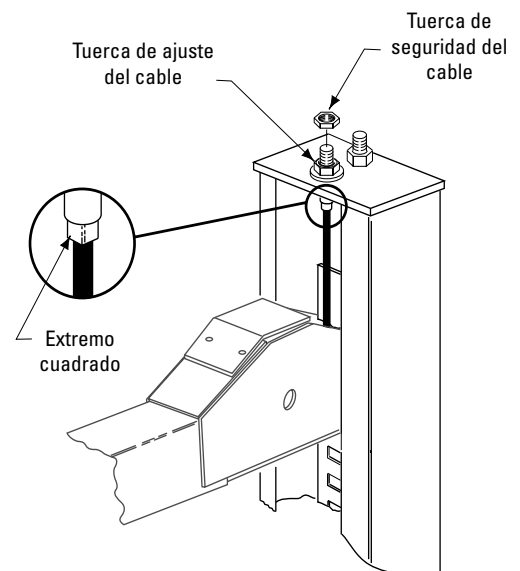

Fig. 27
- Comenzando por la columna delantera derecha: utilice una regla para marcar la altura del yugo sobre la columna, Fig. 27.
soporte del cable. Afloje la tuerca de seguridad del cable, Fig. 27, y gire la tuerca de ajuste para levantar el seguro de cierre 2" (51mm) sobre el nivel más bajo de la ranura de la barra de seguridad. Apriete la contratuerca del cable. Descienda el elevador y retire el vehículo.